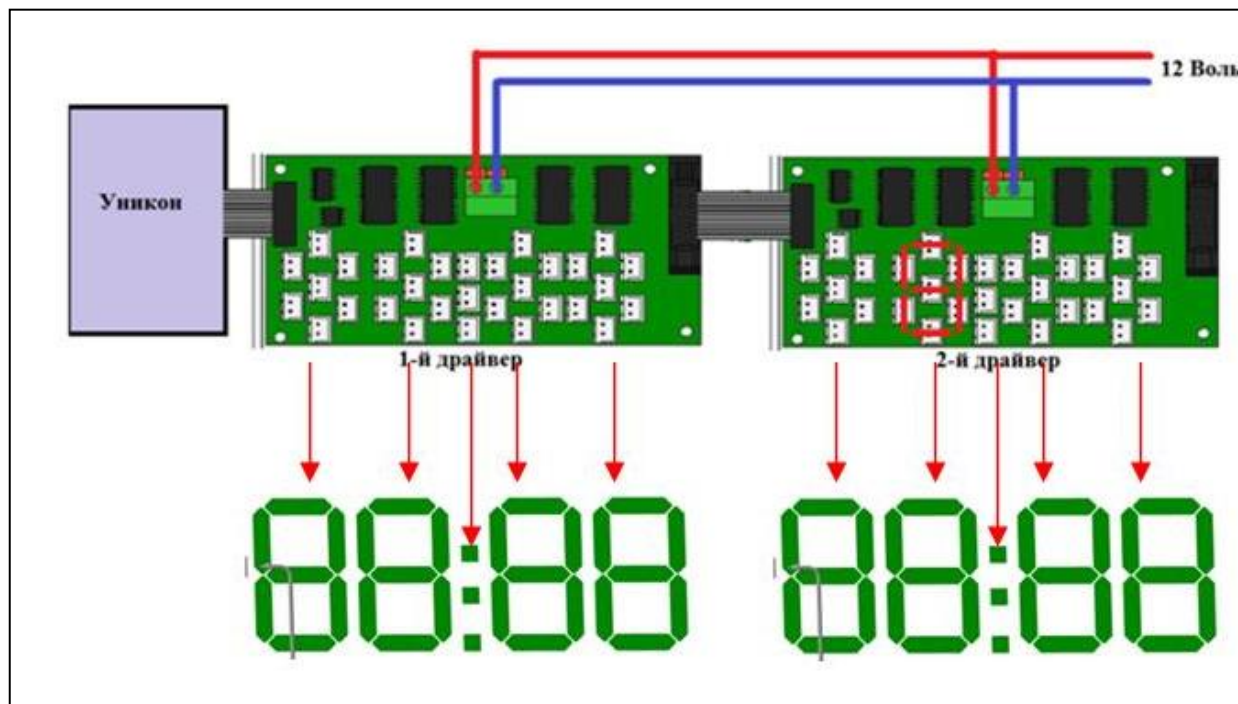

Рис.1 Подключение цифр к драйверу. Вид с лицевой стороны.
3. Подключить сегменты к драйверу, т.е. как на окне установлены сегменты, так и подключаем на драйвере (см рис.1).